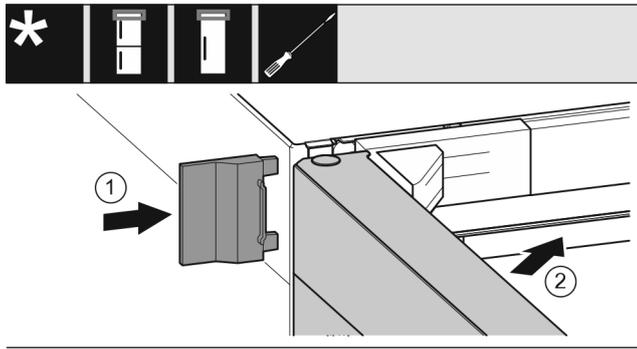

Fig. 19
- ▶ Насуньте зовнішню кришку. Fig. 19 [1]
- ▶ Закрийте верхні дверцята. Fig. 19 [2]